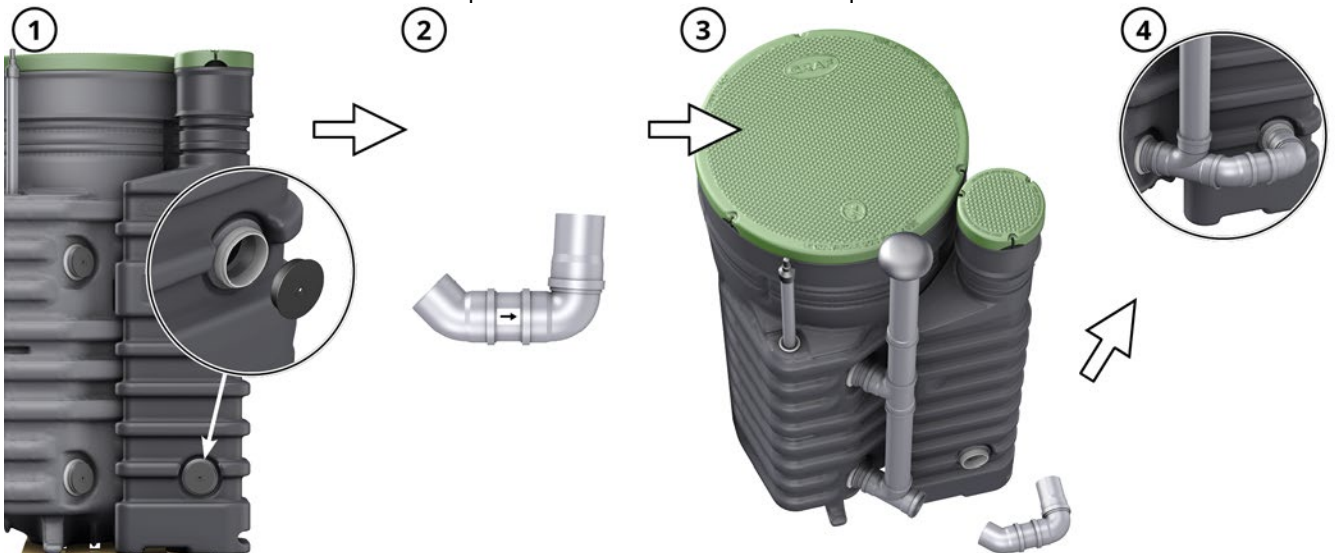

Fig. 14: Montar el rebosadero a la arqueta de bombeo
2. Coloque el juego de rebose en la pieza de derivación del juego de ventilación y en la entrada de la arqueta de bombeo, tal como se muestra en la Fig. 14 e introdúzcalo en las aberturas hasta el tope.